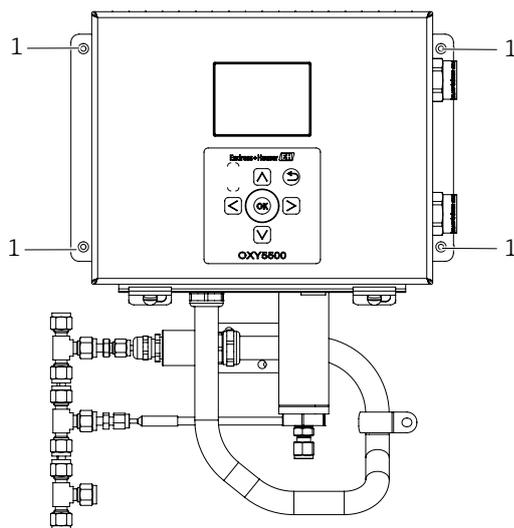

Figura 7. Posizioni dei fori di montaggio dell'analizzatore (1)
2. Individuare i fori di montaggio sul dispositivo. Vedere Figura 7 e gli schemi del sistema in *Appendice A* → .